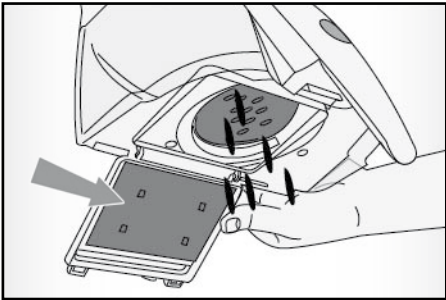

Fig. 9
- Svuotare il contenitore della polvere (A) (Fig. 9).
- Per il riposizionamento, inserire il filtro sul contenitore (A) e ruotarlo in senso orario. Richiudere a scatto lo sportellino.
- Reinserire il contenitore della polvere (A) sul corpo dell'apparecchio (B) e bloccarlo a scatto.